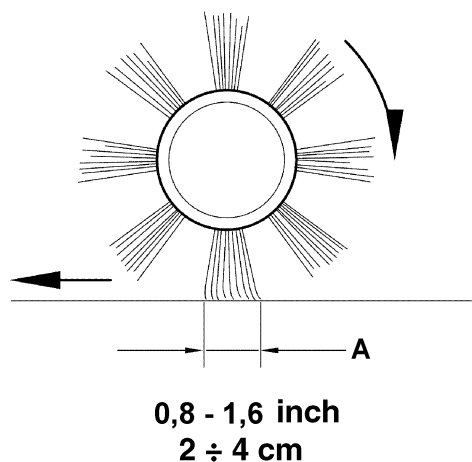
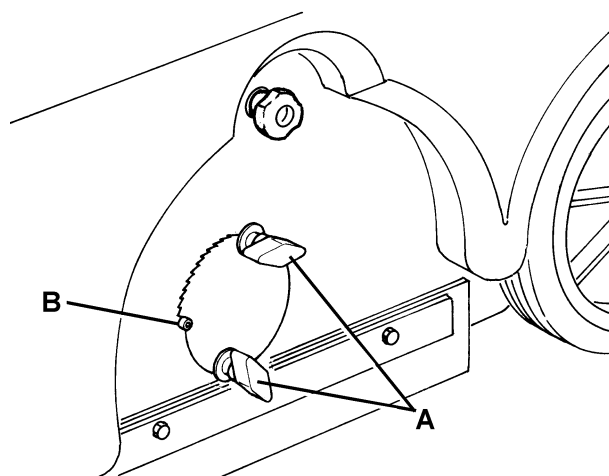
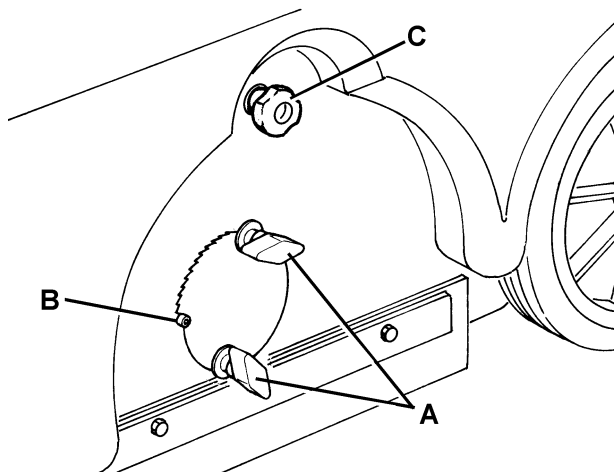

Рисунок 2
Рисунок 3
Рисунок 4
- Измерьте ширину отпечатка главной щетки (А, Рис. 2) - она должна составлять от 2 до 4 см.
- Если отпечаток (А, Рис. 4) не соответствует техническим требованиям, отрегулируйте высоту щетки как показано на шаге 2.
2. Убедитесь, что машина не может двигаться самостоятельно; нажмите ножной тормоз (26), если он есть.
3. Поверните ключ зажигания (61) в положение "0".
4. Ослабьте ручки (А, Рис. 3) с обеих сторон машины.
5. С обеих сторон машины ослабьте ручки (А, Рис. 3) и сдвиньте индикатор изменения высоты основной щетки (В) в нужное положение, затем затяните ручки (А).
Индикатор (В, Рис. 3) должен находиться в одинаковом положении с обеих сторон машины. Максимальная разница, допустимая для получения отпечатка (А, Рис. 2), показанного на шаге 1 (2-4 см), равна двум отметкам.
1. Отведите машину на горизонтальную поверхность и нажмите ножной тормоз (26), если он есть.
2. Поверните ключ зажигания (61) в положение "0".
3. Ослабьте ручки (А, Рис. 4) с обеих сторон машины.
4. Сдвиньте индикаторы изменения высоты (В, Рис. 4), пока основная щетка не окажется на максимальном расстоянии от земли. Затяните ручки (А, Рис. 4).
5. Откройте капот (7).
6. Ослабьте ручку (С, Рис. 4) с левого бока машины.
13. Затяните ручку (С, Рис. 4).